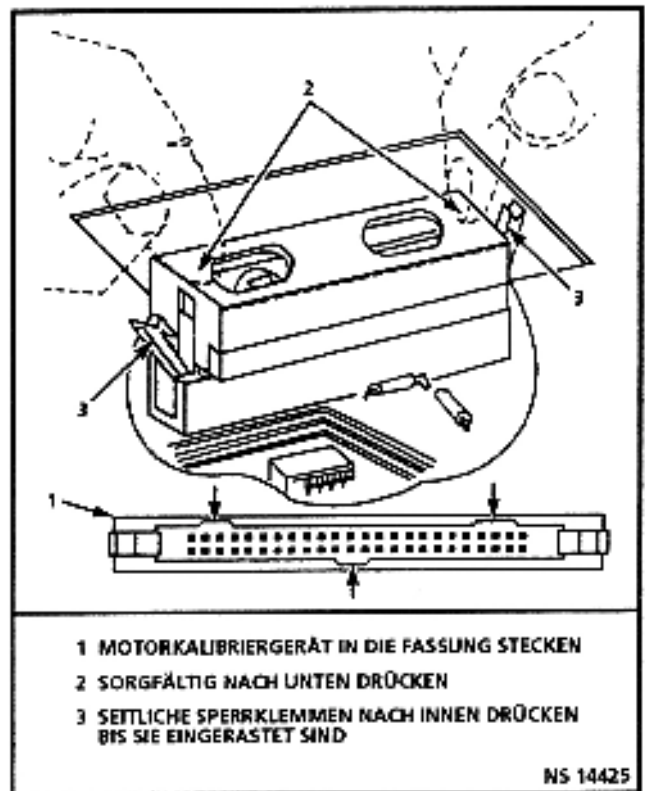

Bild 3.1-5 Einbau des Motor-Kalibriergerätes
Kalibriereinrichtung an den Seiten SEHR SORGFÄLTIG nach unten in den Stecker drücken, bis dass die Sperrklemmen eingeschnappt sind (siehe Bild 3.1-5).
Kalibriereinrichtung an den Seiten **SEHR SORGFÄLTIG** nach unten in den Stecker drücken, bis dass die Sperrklemmen eingeschnappt sind (siehe Bild 3.1-5).
- Der Code 12 (ohne Vorhandensein anderer Code) sollte mindestens vier (4) Mal abwechselnd aufleuchten. Dies bedeutet, dass die Kalibriereinrichtung sachgemäß eingebaut wurde.
- Bei mangelhafter Einsteckung, Kalibriereinrichtung in die Fassung drücken (Bild 3.1-5).